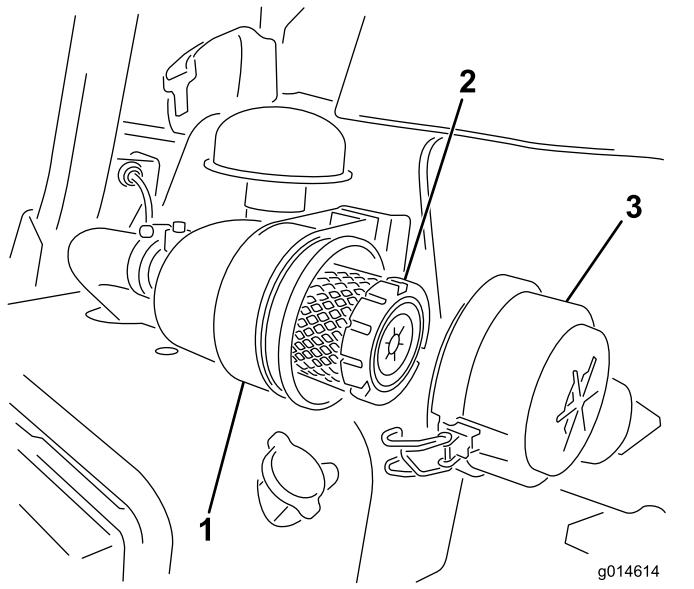

Рисунок 26
- Отпустите защелки, фиксирующие крышку воздухоочистителя на его корпусе (Рисунок 26).
- Зафиксируйте защелки (Рисунок 26).